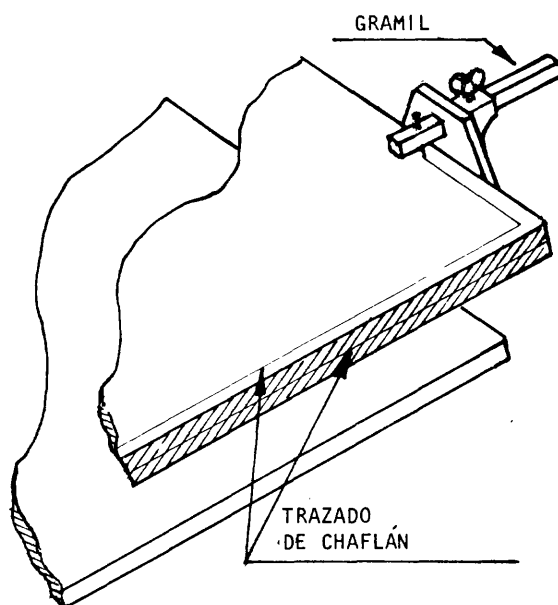

Fig. 1
- c Trace con gramil, según indicaciones (fig. 1).